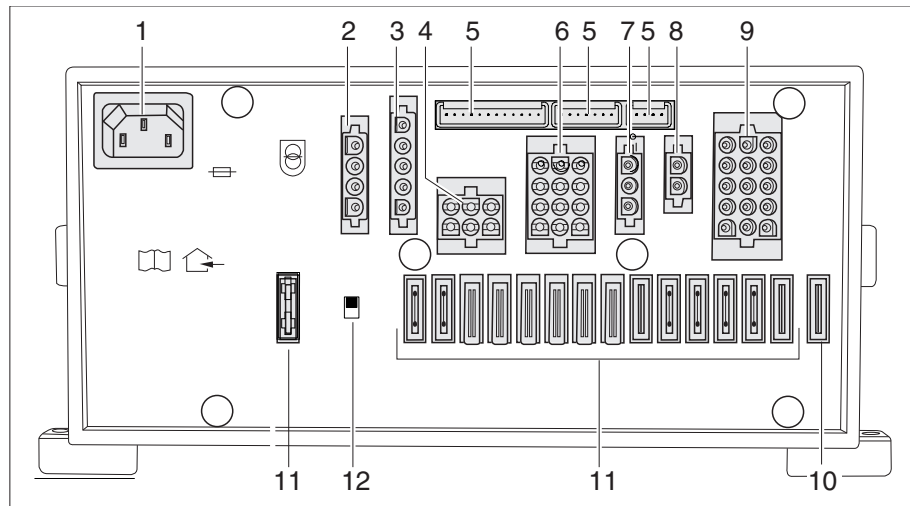

Fig. 240 Bloque eléctrico (EBL 111)
- ▷ El separador de batería (Fig. 240,12) desconecta todos los consumidores que están conectados al bloque eléctrico, de la fuente de alimentación 12 V.